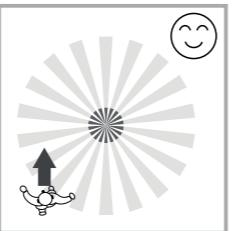

Bild 2
3.1.2 Achten Sie auf den Geh-Test. Der Melder ist empfindlicher wenn die Bewegung durch die Segmente erfolgt und weniger wenn die Bewegung zum Segment erfolgt. (Siehe Bild 2)